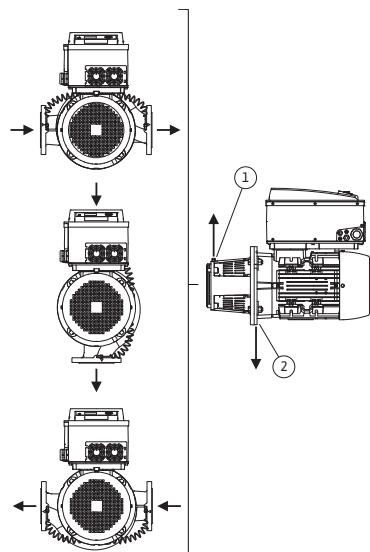
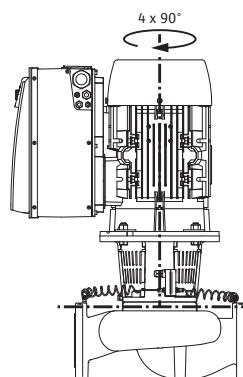

Fig. 18: Dozvoljeni položaji ugradnje sa horizontalnim vratilom motora
Fig. 19: Dozvoljeni položaji ugradnje sa vertikalnim vratilom motora
Dozvoljeni položaji ugradnje sa horizontalnim vratilom motora i elektronskim modulom okrenutim nagore (0°) prikazani su na Fig. 18. Na slici nisu prikazani dozvoljeni položaji ugradnje sa bočno montiranim elektronskim modulom ($+/- 90^\circ$). Dozvoljen je svaki položaj ugradnje, osim položaja ugradnje „Elektronski modul nadole“ (-180°). Odzračivanje pumpe je omogućeno samo kada je ventil za odzračivanje okrenut nagore (Fig. 18, poz. 1). Stvoreni kondenzat se samo u ovom položaju (0°) može odvesti preko postojećih otvora, lanterne pumpe, kao i motora (Fig. 18, poz. 2). U tu svrhu ukloniti čep na prirubnici motora.
Dozvoljeni položaji ugradnje sa horizontalnim vratilom motora prikazani su na Fig. 19. Dozvoljen je svaki položaj ugradnje, osim položaja ugradnje „Motor nadole“.
- Kod horizontalnog motornog vratila, odzračni ventil na laterni (Fig. 6, poz. 1.31) mora kod horizontalnog vratila motora uvek da bude okrenut nagore (Fig. 6a; i Fig. 6b:). Kod vertikalnog vratila motora dozvoljena je bilo koja orientacija. U vezi s tim, pogledajte i Fig. 18: „Dozvoljeni položaji ugradnje sa horizontalnim vratilom motora“ na strani 25, odn. Fig. 19: „Dozvoljeni položaji ugradnje sa vertikalnim vratilom motora“ na strani 25.
- Kod horizontalnog vratila motora je potrebno da otvor za odvod kondenzata bude okrenut nadole (Fig. 18, poz.2). U zavisnosti od slučaja, motor se mora okretati u odgovarajućem smeru.